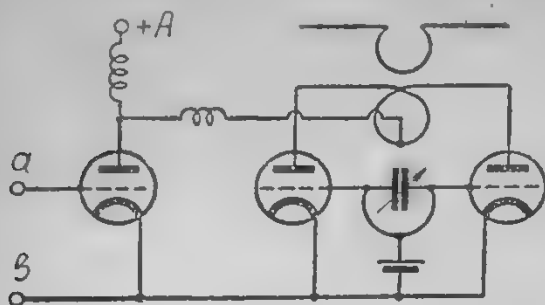

Рис. 3
Схема такого приемно-передающего устройства показана на рис. 3. Здесь мы имеем несколько высококонзбирательных приемников, снабженных полосовыми фильтрами и усилителями высокой частоты (1), приспособления, позволяющие вы-